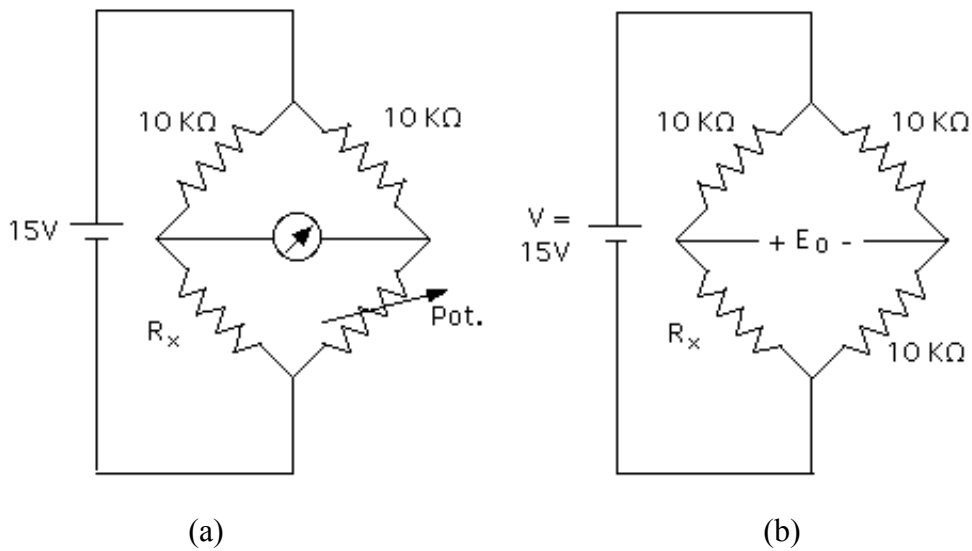

Figura 3.- Puentes de Wheatstone
- 11.- Para el circuito mostrado en la Figura 3(a), el Puente de Wheatstone, explique su principio de funcionamiento, y deduzca la relación entre R_x y las otras resistencias del circuito cuando el puente está balanceado.
12.- Para el circuito mostrado en la Figura 3(b), considerando que $R_x = 10 \text{ k}\Omega + \Delta R$, deduzca la relación de ΔR en función de E_0/V . Simplifique la expresión tomando en cuenta que $\Delta R \ll 10 \text{ k}\Omega$.
13.- Indique cómo se conecta el amplificador de instrumentación del punto anterior a la salida del circuito de la Figura 3(b) para obtener un medidor diferencial y diga cuál es la utilidad de esta conexión.
13.- Monte el Puente de Wheatstone de la figura 3(a) utilizando tres resistencias de 10 k Ω , medidas previamente con el multímetro digital. Coloque una década de resistencias como resistencia variable de ajuste y el voltímetro del multímetro digital como detector de cero, ubicándolo en la escala de mayor sensibilidad. Equilibre el Puente y registre el valor indicado por la década, R_d .
15.- Para el circuito de la figura 3(b), considere ahora que la década es la resistencia R_x , cuyo valor va a sufrir variaciones ($R_x + \Delta R$). Inicialmente el Puente está en equilibrio. Realice dos mediciones aumentando la resistencia de la década en cantidades significativamente menores que 10 k Ω (0,4 k Ω y 0,8 k Ω por ejemplo) y otras dos mediciones disminuyendo la resistencia de la década en un